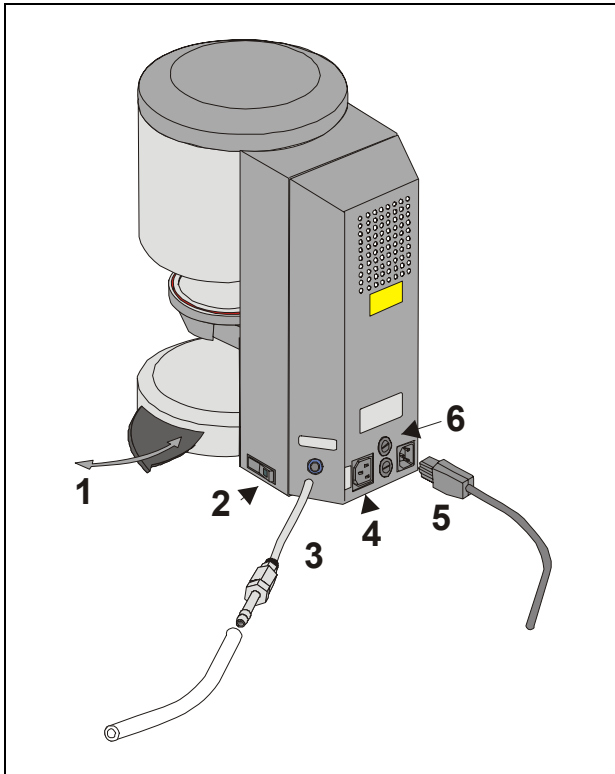

Abb. 1
- Vakuum-Pumpe anschließen (Abb. 1)
- Gerät mit mitgeliefertem Netzanschlusskabel an die Netzspannung anschließen (Abb. 1). Als Anschlusskabel eine Heißgeräte-Zuleitung Typ HO5RR-F 3G1,0 mm2 verwenden. Anschluss an Verteilersteckdosen mit Verlängerung vermeiden, bei Überlastung besteht Brandgefahr.
Bei Nichtbenutzung des Gerätes sollte der Lift in die Brennkammer eingefahren und das Gerät mit dem Hauptschalter (s. Abb.1, Pkt. 2) ausgeschaltet sein. Das Verschließen der Brennkammer schützt die Isolierung und verhindert die Aufnahme von Feuchtigkeit. Zum Ausschalten des Gerätes Taste Ausschaltssymbol betätigen, siehe Abschnitt 13, Lift fährt selbständig ein, Display zeigt, Gerät mit dem Hauptschalter ausschalten.